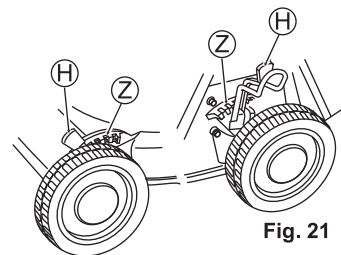

Fig. 21
2. Incline a alavanca de ajuste da altura de corte (H) em direção à lateral da roda, separando-a dos dentes (Z). (Veja as fig. 21 e 22)
3. Insira a alavanca de ajuste da altura de corte (H) no dente (Z) da altura desejada com a alavanca ainda inclinada.
4. Insira as demais alavancas de ajuste da altura de corte (H) nos dentes (Z) da mesma altura.